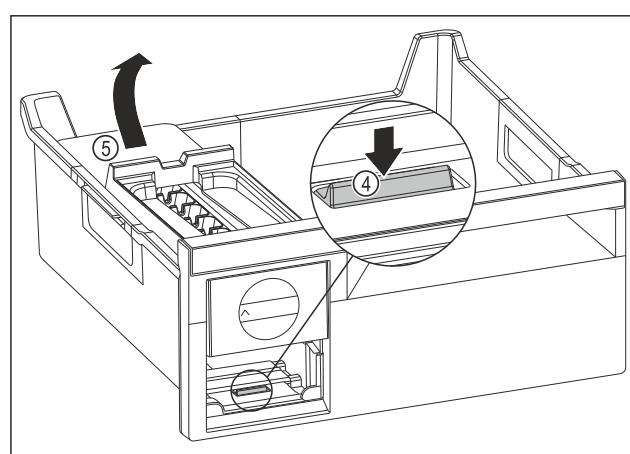

Fig. 76
- Odoberte korpus EasyTwist-Ice: Strmeň Fig. 76 (4) zatlačte prstom nadol a súčasne druhou rukou zdvihnite zozadu korpus EasyTwist-Ice Fig. 76 (5).